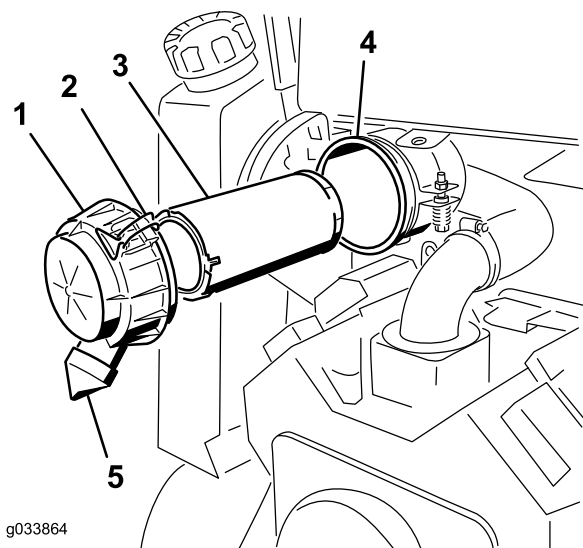

Figura 33
Importante: Effettuate la manutenzione del filtro dell'aria quando la spia diventa rossa (**Figura 33**). Sostituendo il filtro dell'aria prima del necessario si aumenta il rischio che la morchia entri nel motore quando si toglie il filtro.
4. Rilasciate i dispositivi di fermo del filtro dell'aria e togliete il coperchio dal corpo del filtro (**Figura 33**).
1. Estraete con cautela il filtro primario dal corpo del filtro dell'aria (**Figura 33**). Non urtate il filtro contro il corpo.
3. Infilate con cautela il filtro primario nel corpo del filtro (**Figura 33**). Verificare che sia inserito a fondo, premendo sul bordo esterno del filtro mentre lo si inserisce.
4. Montate il coperchio del filtro dell'aria con il lato indicato come UP rivolto verso l'alto e fissate i fermi (**Figura 33**).